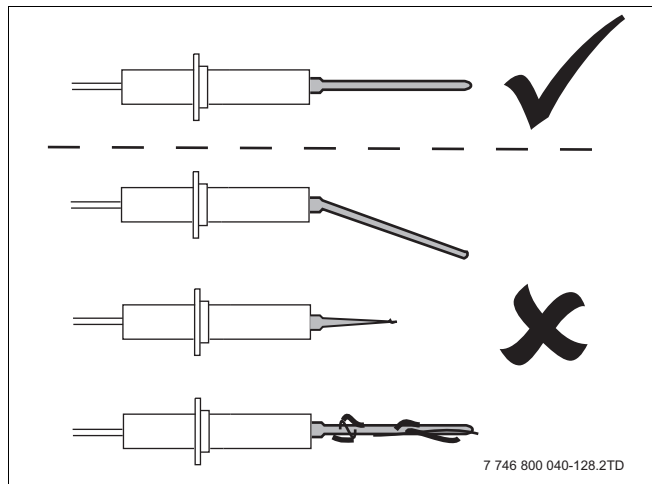
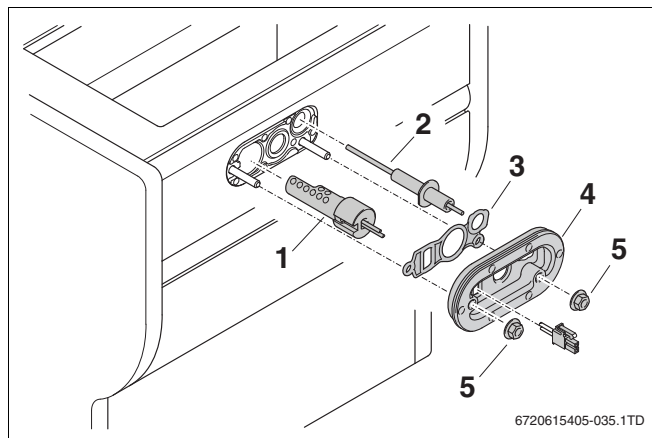

Рис. 106 Проверка ионизационного электрода
Рис. 107 Замена устройства розжига
- Каждые 4 года заменяйте уплотнение (рис. 107, поз. 3) и крышку с уплотнением (рис. 107, поз. 4).
- Проверьте наличие износа, повреждений и загрязнений (рис. 107) отдельных деталей запального электрода (рис. 106).